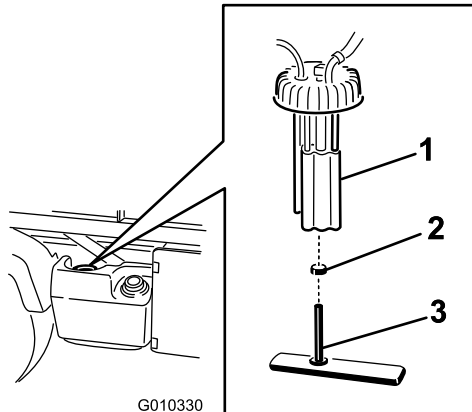

図 47
2. 燃料ポンプからワイヤハーネスのコネクタを外す 図 47。
3. ホースのクランプをゆるめ、燃料ポンプキャップから燃料ラインを外す 図 47。
4. 燃料タンクの上から燃料ポンプのキャップを外す 図 47。
5. タンクから、燃料ポンプアセンブリと燃料フィルタを外す 図 47。
7. フィッティングからホースを取り外す 図 47。